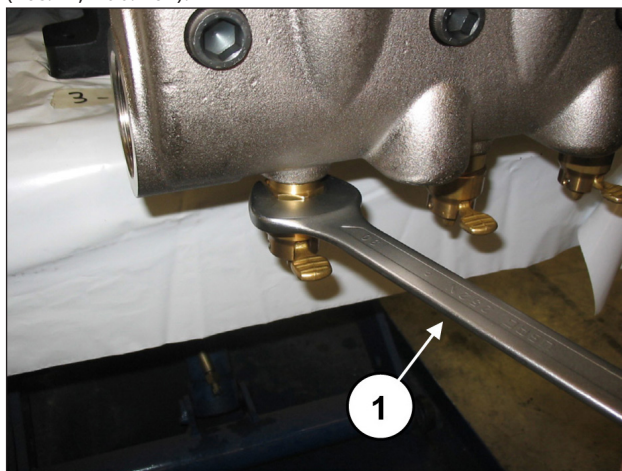

Abb. 107
Drehen Sie den Ventilöffner mit einem 30 mm Schlüssel ab (Pos. ①, Abb. 107).